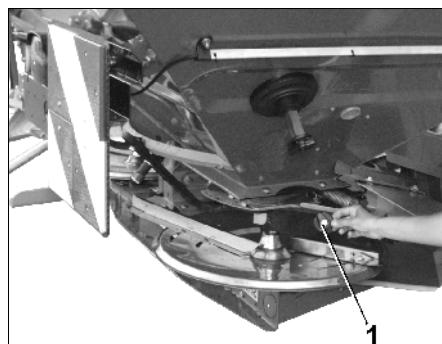

Рис. 53
- Снимите барашковую гайку (Рис. 53/1).